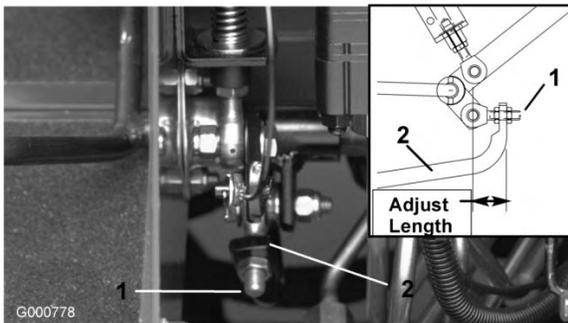

Figure 73
4. Réglez les écrous de blocage à l'extrémité de la tige de la pompe pour avancer le tube de commande et éliminer le déplacement en marche avant ou le reculer et éliminer le déplacement en marche arrière (Figure 73).